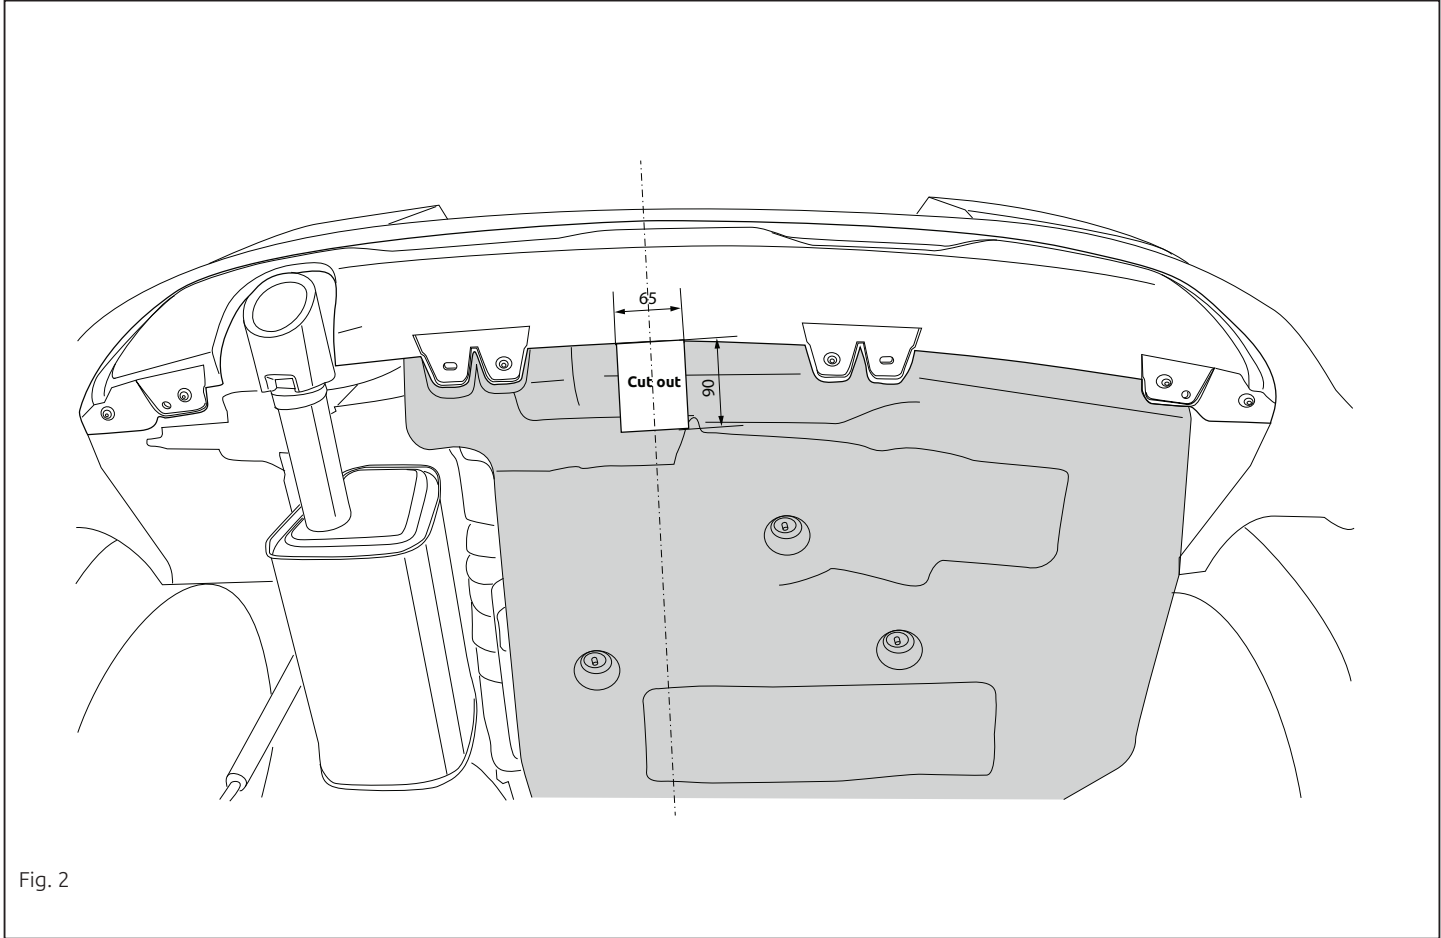

Fig. 2
8. **Если имеется/имеются:** Выпилить часть из закрывающей пластины, как указано на рис. 2.